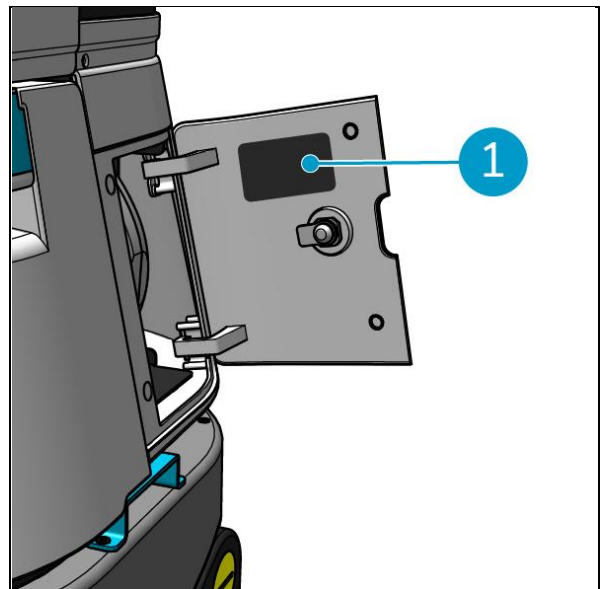

Figura 4
Il numero di serie si trova all'interno del coperchio del vano batterie. (Figura 4, pos. 1).